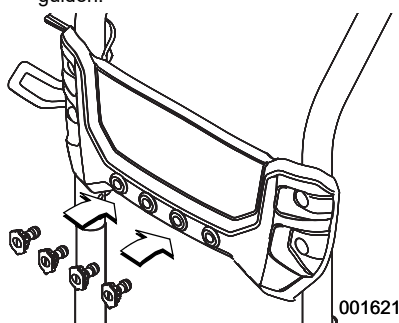

Figure 2-5. Insérer les buses
5. Voir **Figure 2-5**. Insérer et encliqueter les buses dans espaces prévus dans le guidon.